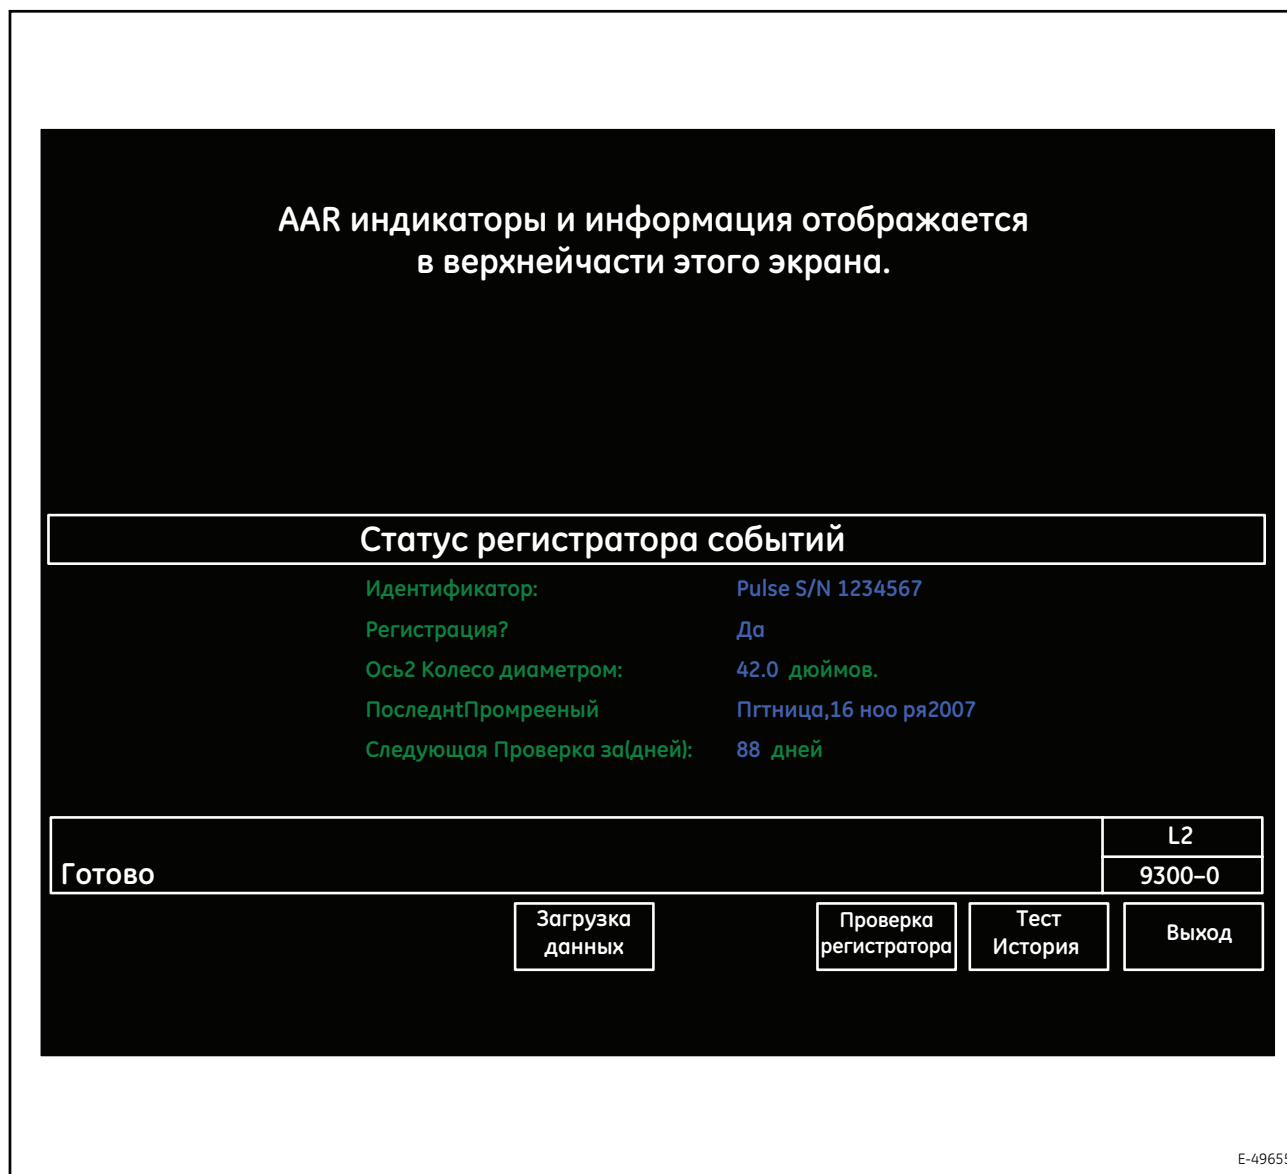

Рисунок 14. Типовой экран состояния регистратора событий (9300-0)
Экран состояния регистратора событий (9300-0, Рисунок 14), являющийся экраном 1 и 2 уровня доступа, позволяет осуществляющему техническое обслуживание персоналу просмотреть состояние регистратора событий и историю контрольных испытаний.
Нажмите сенсорную клавишу F1 (**Event Recorder**) (Регистратор событий) на главном рабочем экране (0000-1, Рисунок 3), чтобы отобразить экран состояния регистратора событий (9300-0, Рисунок 14). Выполняя эту операцию, соблюдайте *процедуры эксплуатации железной дороги*. На экране состояния регистратора событий (9300-0, Рисунок 14) отображается следующая информация о регистраторе событий:
- c. Сенсорная клавиша F3 (**Recorder Status**) (Состояние регистратора) - отображает экран состояния регистратора событий (9300-0, Рисунок 14).